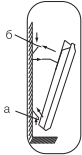

Рис. 5
- закрепить прибор на кронштейне следующим образом (рис. 5):
- в нижней части конвектора (рис. 5, а);
- наденьте верхнюю часть конвектора на кронштейн, зафиксировав его при помощи защелок на кронштейне (рис. 5, б);